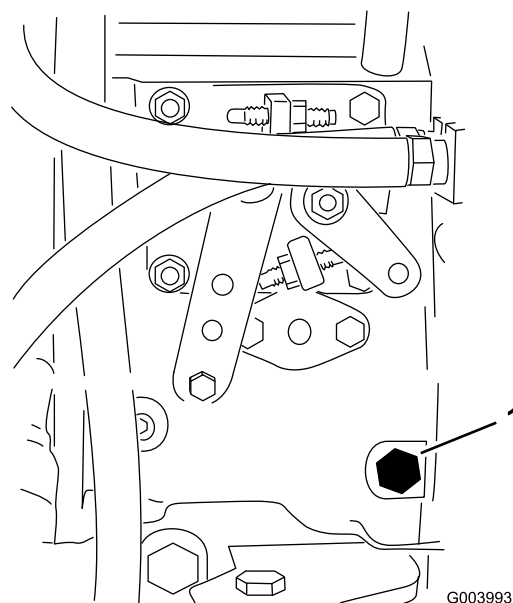

Рисунок 35
3. С помощью динамометрического ключа 12 мм выверните продувочный винт из топливного насоса (Рисунок 35) .